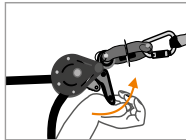

Fig 5
Montera ned livlinan genom att dra i kampspaken (4) (Bild 5). Lossa hela anordningen och packa ned den i dess ursprungliga väska.